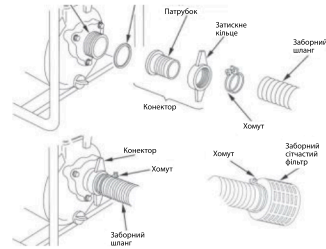

Рис. 7
4. Закріпіть шланги хомутами (Рис. 7, 8). Під час монтажу дотримуйтесь наступних вимог: